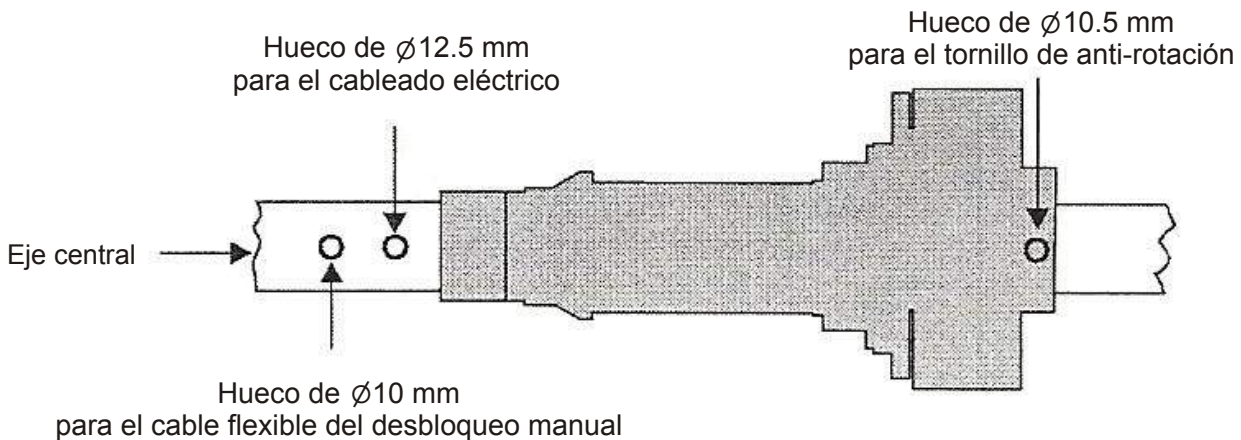
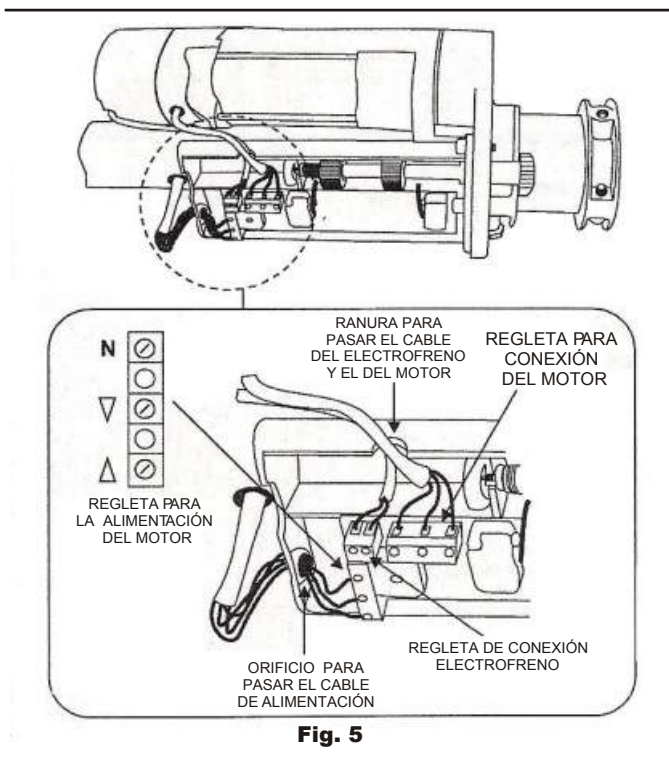
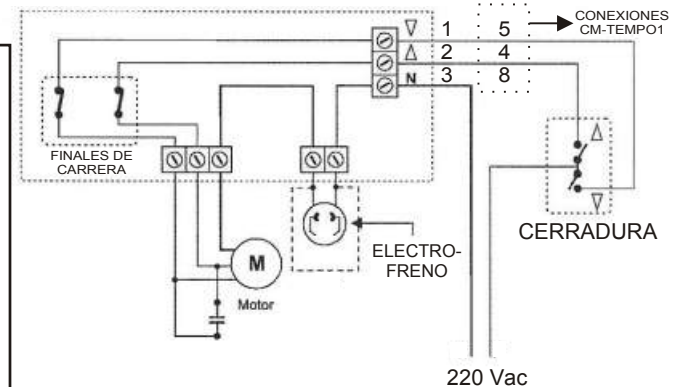

Fig. 3
Fig. 5
Fig. 6
(3) Acople las dos partes del motor alrededor del eje de la "santamaria" (use el suplemento de diámetro 42/48 si el eje es menor de 60 mm). La caja donde se encuentran los finales de carrera debe colocarse en una posición que permita una fácil manipulación para su graduación posterior.
(4) Tomando como referencia la fig. 3, taladre en el eje de "santamaria" un agujero de 10,5 mm de diámetro para colocar el tornillo de anti-rotación.
(6) En el lado izquierdo del orificio del tornillo de anti-rotación, (ver fig. 3) es necesario taladrar dos orificios adicionales: el primero de 12,5 mm de diámetro para pasar el cable de electricidad y el segundo de 10 mm de diámetro para pasar el cable del desbloqueo manual. Se recomienda colocar el motor en posición, marcar los 3 orificios, desmontar el motor y taladrar.
El operador viene de fabrica cableado internamente siguiendo el diagrama de la fig. 6. El usuario solo debe pasar tres cables para la alimentación y atornillarlos a una regleta. Este equipo puede funcionar con una cerradura de tres posiciones (subir, bajar y detenida) o con un tablero electrónico CM-TEMPO1 de CODIPLUG C.A. En la fig. 6, se muestra la conexión con una cerradura. La misma debe tener un estado "abierto" ("O"), en el cual no pasa tensión para que la puerta se detenga.
Primero quite la tapa protectora, retirando los dos tornillos (ver fig. 1). Pase el cable a través del orificio previamente taladrado en el eje central (ver fig. 3) y utilizando un orificio especial tipo "membrana" en la caja de conexiones (ver fig. 5), pase el cable eléctrico y conéctelo en la regleta como se indica en la fig. 6.
Después verifique que el motor opere en la dirección correcta (ver fig. 7). Por ejemplo, si el motor tiene la corona del lado derecho y se presiona en la cerradura "subir", la corona debe girar en sentido anti-horario. Presionando "bajar", la corona debe girar en sentido horario. Si el motor gira en sentido contrario, cambie de posición los cables 1 y 2, fig. 6.
Las conexiones eléctricas del operador ROLLER-04 con el tablero CM-TEMPO1, son únicamente tres, el común y los dos cables de giro (ver fig. 6), si la puerta gira en sentido contrario, solo debe intercambiar los cables 4 y 5 de la regleta de potencia del tablero CM-TEMPO1. El tablero viene programado de fábrica con un tiempo de trabajo de 25 segundos, después que realice el ajuste de los micros de final de carrera, debe medir el tiempo real de trabajo de la puerta y programar un tiempo de trabajo 1 ó 2 segundos mayor que el tiempo real, esto evita que si fallan los finales de carrera el operador siga trabajando innecesariamente.